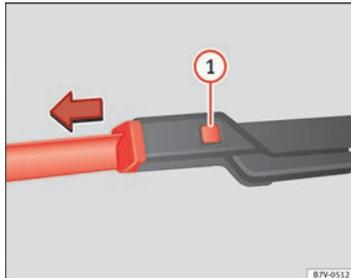

Abb. 111 Scheibenwischerblätter der Windschutzscheibe auswechseln.
- Entriegelungstaste ⇒ Abb. 111 ① gedrückt halten und gleichzeitig das Scheibenwischerblatt in Pfeilrichtung abziehen.